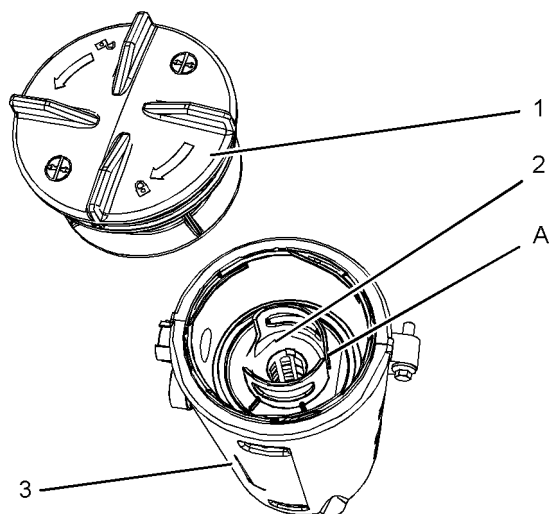

Ilustración 211
4. Quite el sello anterior (4) e instale un sello nuevo.
5. Instale un nuevo elemento de filtro en el cuerpo del respiradero (3) y oriéntelo de manera que la posición (A) quede alineada. Consulte la ilustración 211. Alinee la posición (A) en el elemento de filtro con la posición (B) en la tapa.